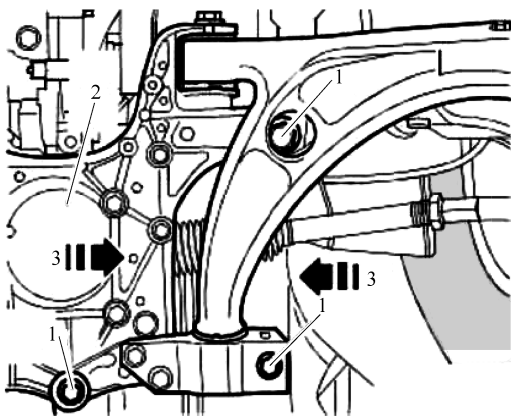
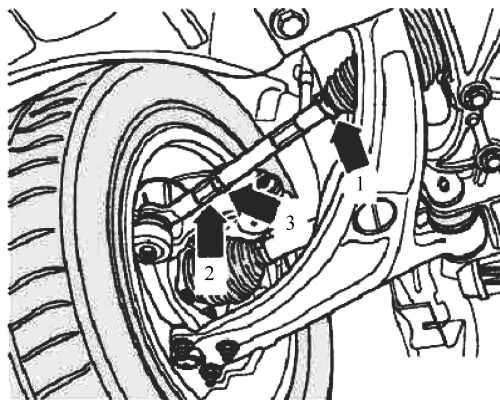

图 7-1-2 调整前桥车轮外倾角
图 7-1-3 调整前轮前束
③ 重新拧紧螺母到80N·m。
④ 再次检验车轮外倾角值。
① 拆下隔板。
② 松开副梁2与车身两侧的螺栓1,通过移动副梁3可以设置车轮外倾角达到额定值,如图7-1-2所示。
③ 按规定的拧紧力矩将螺栓拧紧,再次检验车轮外倾角值。
① 松开防松螺母3,同时固定住横拉杆球头2,从橡胶防尘罩上拔出弹簧卡箍1,然后向左或向右旋转横拉杆来调整前束,如图7-1-3所示。